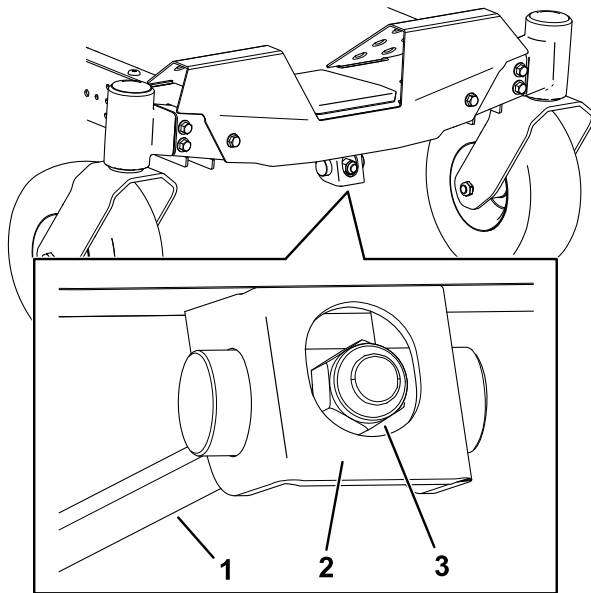

Figure 71
1. Tournez l'écrou de réglage à l'avant de la tondeuse (Figure 71).